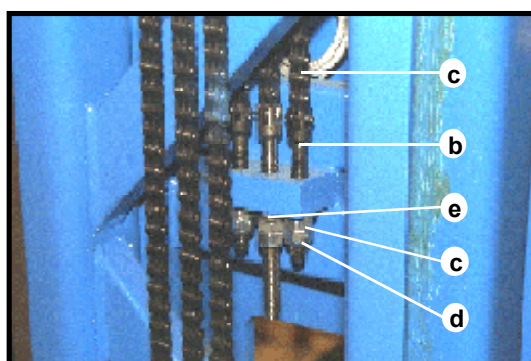

Fig. 4 - Chaines de levage et de sécurité.
- **Chaines de levage et de sécurité** (Fig. 4):